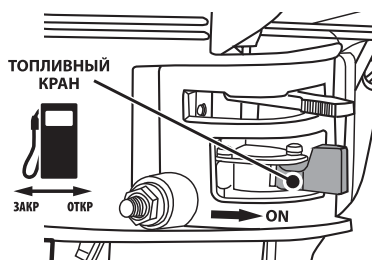

рис. 13
4. Переведите топливный кран в положение «Открыто» (крайне правое) (рис. 13).